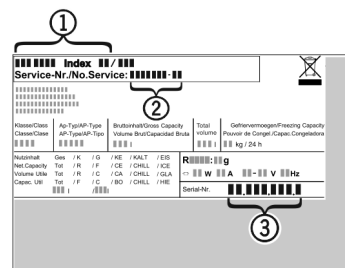

Fig. 15
- ▶ Назва пристрою Fig. 15 (1), сервісний номер Fig. 15 (2) та серійний номер Fig. 15 (3) вказані на таблиці типів. Табличка типів знаходиться всередині пристрою, зліва.
- ▶ Повідомте сервісну службу про характер неполадки, назву пристрою Fig. 15 (1), сервісний номер Fig. 15 (2) та серійний номер Fig. 15 (3).